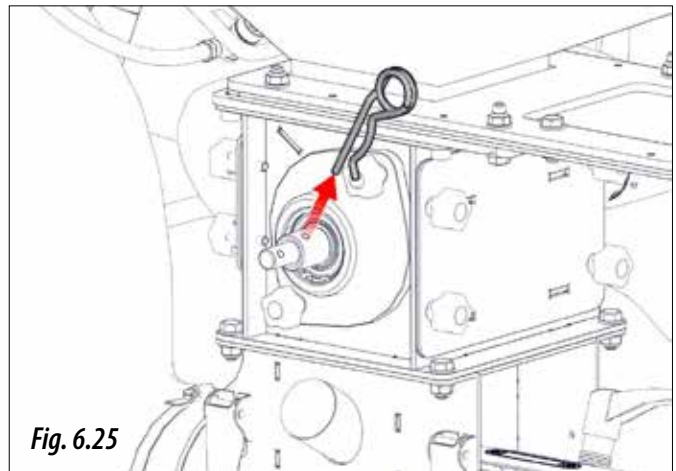

Fig. 6.25
- 1- Sacar el pasador "R" (Fig. 6.25).